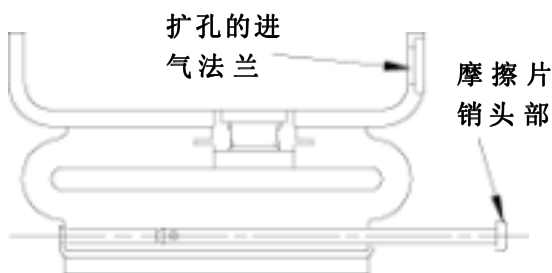

图 12
- 4.5.3 将新的摩擦片组件放置到位。插入摩擦片销，使其头部位于安装法兰方向和/或离合器的进气侧，如图 12 所示。